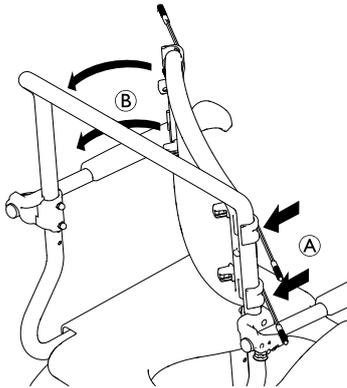

Fig. 3
3. Bringen Sie die Rückenlehne zunächst an einer Seite **A** und anschließend an der anderen **B** an (Abb. 3).
3. Fixez le dossier d'abord sur le côté **A**, puis sur l'autre **B** (Fig. 3).